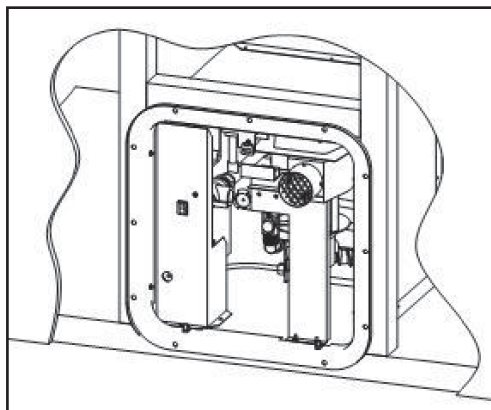

Figure 4
6. Fixer le boîtier du chauffe-eau au véhicule en insérant une vis à tête plate n° 8 - 3/4 po dans chaque trou de la bride de la porte (Figure 4). S'assurer qu'il y a un joint étanche entre la paroi latérale et la bride. Sinon, répéter les étapes ci-dessus.